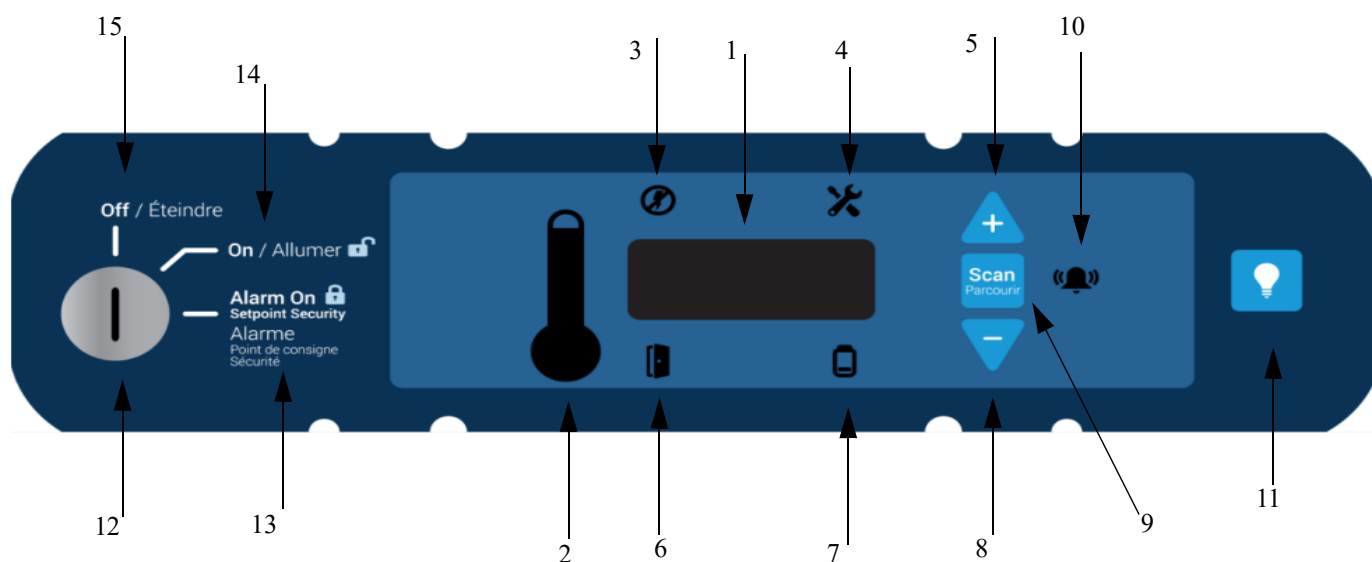

Figure 12. Panneau de contrôle du réfrigérateur
Le panneau de contrôle se situe en haut à droite de votre réfrigérateur pour banque de sang. Vous pouvez utiliser les trois boutons (5, 8 et 9 sur la *Figure 12*) pour modifier l’affichage de la température (1) ou pour modifier les points de consigne de température et d’alarme, comme cela est décrit dans la *Section 9.3*. L’affichage du thermomètre (2) fournit un témoin rapide de la température actuelle de l’armoire et des conditions d’alarme.